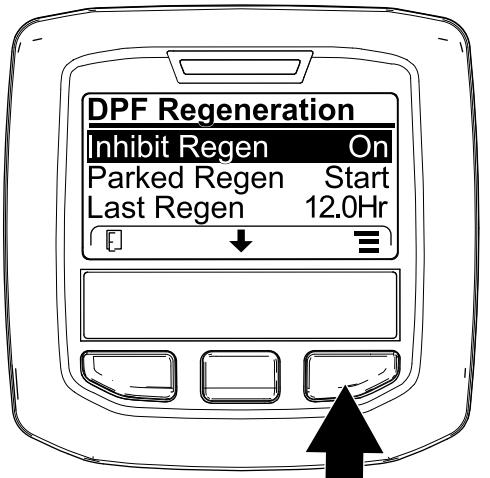

Bild 46
1. Navigieren Sie auf das Menü „DPF Regeneration“, drücken Sie die mittlere Taste und navigieren Sie auf die Option INHIBIT REGEN.; drücken Sie die rechte Taste, um den Eintrag „Inhibit Regen.“ auszuwählen (Bild 46).
2. Drücken Sie die rechte Taste, um die Einstellung für das Verhindern der Regenerierung von „On“ in „Off“ (Bild 46) oder von „Off“ in „On“ (Bild 47) zu ändern.